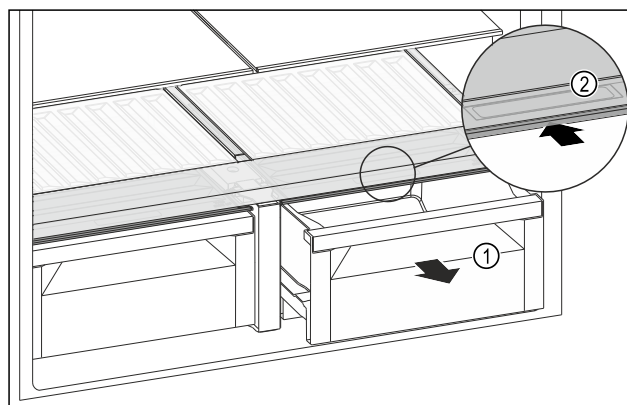

Fig. 123
- Izvucite ladicu Fig. 123 (1).
- Primite ručku Fig. 123 (2) na poklopcu pretinca i istodobno povucite poklopac pretinca prema natrag.